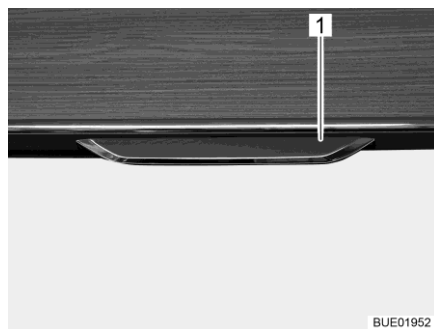
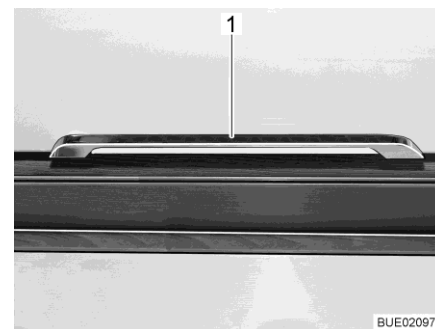

Fig. 68 Sportello del mobile con maniglia di sbloccaggio
Fig. 69 Maniglia di sbloccaggio (Ixeo T)
- Tirare verso l'esterno o verso il basso la maniglia di sbloccaggio (Fig. 68,1 e Fig. 69,1).